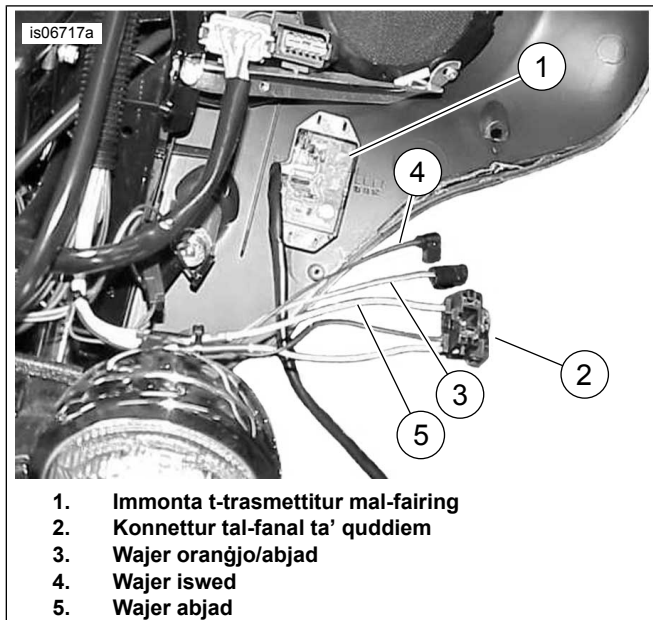
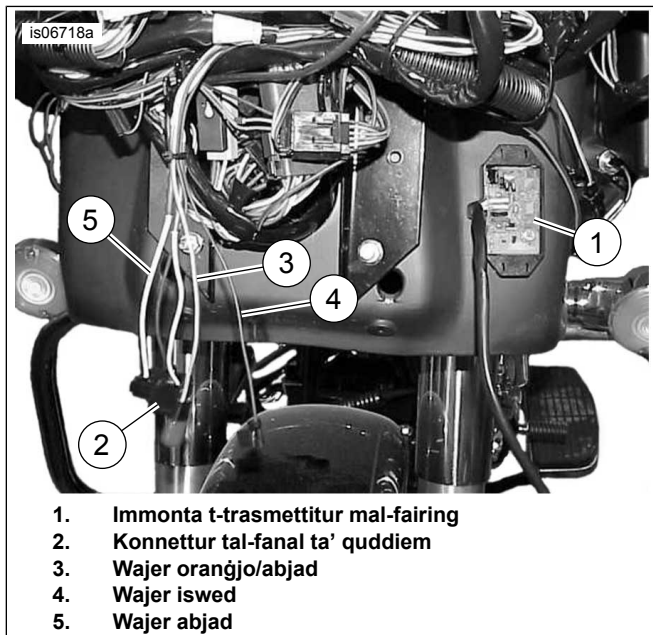

Figura 11. Wajers għall-Konnessjonijiet tat-Trasmettitur (FLHT/X tal-2013-iktar Kmieni)
Figura 12. Wajers għall-Konnessjonijiet tat-Trasmettitur (FLRT tal-2013-iktar Kmieni)
2. Neħħi t-tejp protettiv mill-qoxra tal-adeżiv fuq naħa waħda tal-pad tal-foam għal fuq it-trasmettitur (3).
3. Ara Figura 11 . (Mudelli FLHT, FLHX) jew Figura 12 . (Mudelli FLTR). Immonta t-trasmettitur man-naħa ta' fuq ta' gewwa l-fairing.